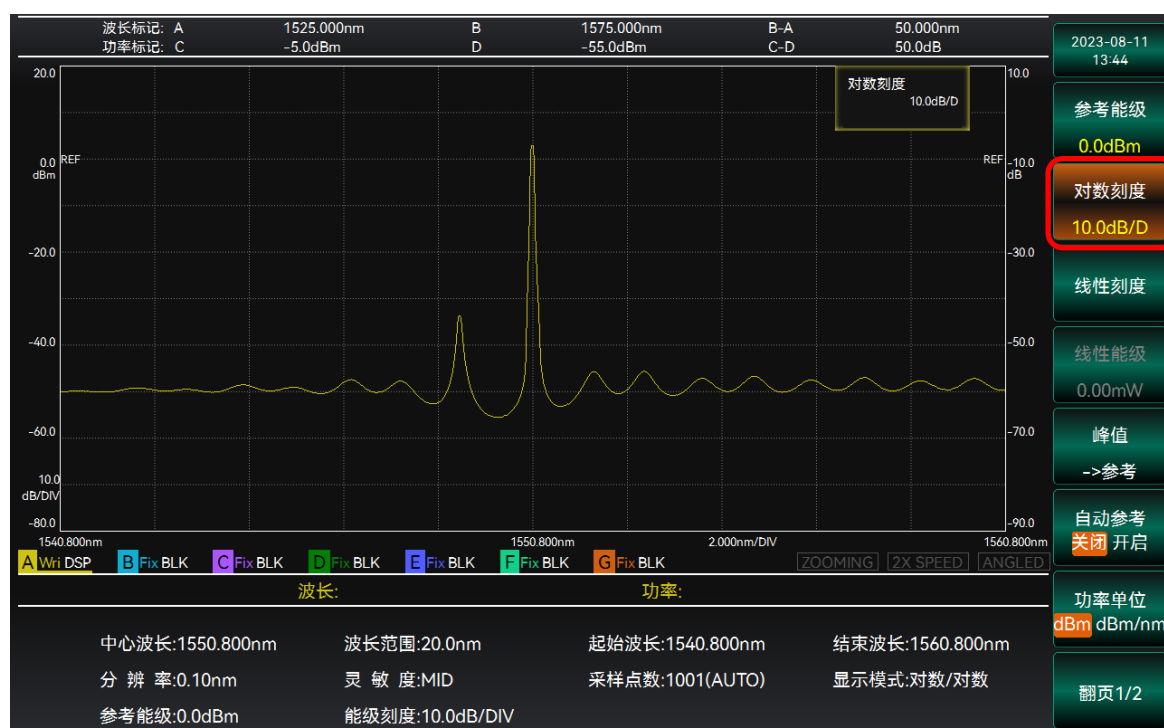

图 3.27 设置对数刻度界面
2. 选择【对数刻度】，通过旋钮或者数字键输入对数刻度值，完成设置，如图 3.27 所示。